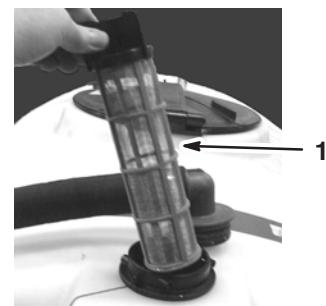

Figure 56
4. Sortez la crépine d'aspiration de l'orifice (Fig. 56).